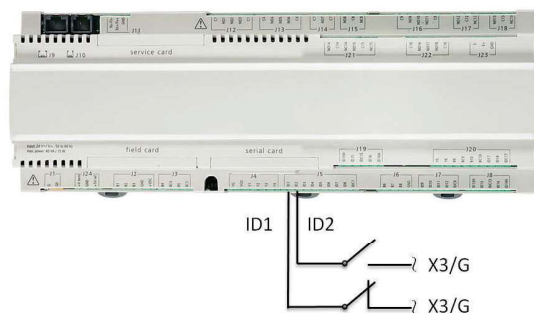

Abb. 7.28: Beschaltung von Eingang ID 1
- Eingang ID 1 geschlossen (z. B. niedriger Strompreis oder kostenloser Strom) (Abb. 7.28)